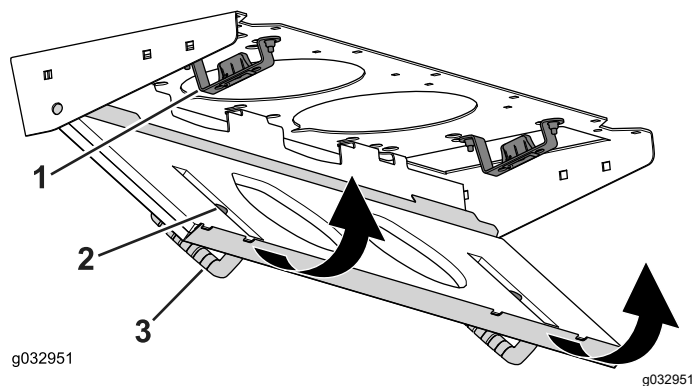

Рисунок 132
- Поверните сетчатый фильтр вокруг монтажных лепестков так, чтобы защелка зафиксировалась в креплении защелки в сборе (Рисунок 132).